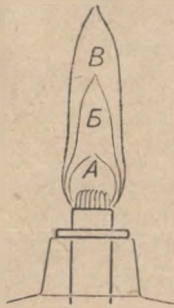

Рис. 139. Строение пламени спиртовой лампы.
*Задача 23.* Рассмотрите пламя спиртовой лампы. Обратите внимание на нижнюю — синеватую часть и верхнюю — желтоватую. Внутри вы видите более темную часть А (рис. 139). Над нею — более светлый язычок Б. Если внимательно присмотреться, то можно заметить, что все пламя окружено еще едва заметной менее яркой оболочкой В, которая виднее в верхней части пламени. При рассматривании пламени лучше если фитиль не слишком сильно выдвинут. Пламя должно быть средних размеров.